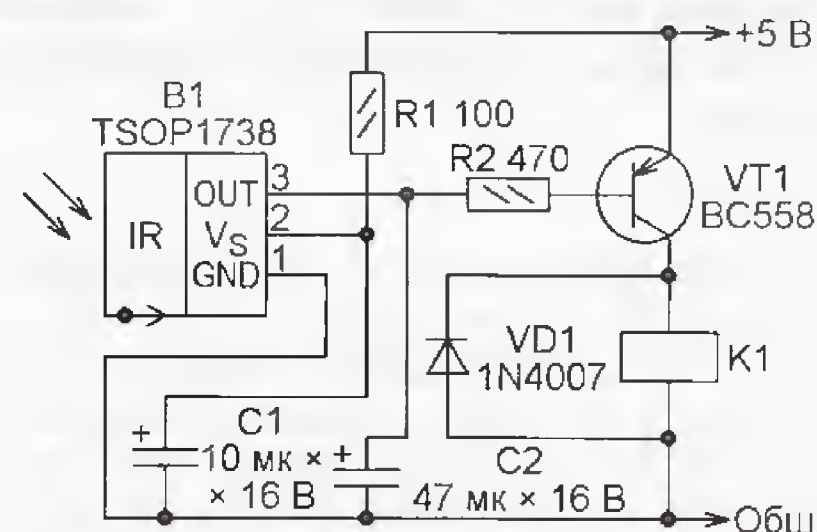

Рис. 6
**Простейший приёмник ИК команд** (рис. 6 <[http://www.electronicshobby.com/EFYLinux/circuit/August2011/CI-2new\\_Aug11\\_Hot.pdf](http://www.electronicshobby.com/EFYLinux/circuit/August2011/CI-2new_Aug11_Hot.pdf)>), автор — R. Mahendranathan. Когда на ПДУ нажата клавиша, на выходе ИК модуля формируются импульсы низкого логического уровня, которые сглаживает конденсатор C2. Транзистор VT1 открывается, реле K1 срабатывает. Они остаются в этом состоянии, пока клавиша не будет отпущена. Устройство не имеет дешифратора, поэтому нет различия, какой именно клавишей ПДУ подана команда.